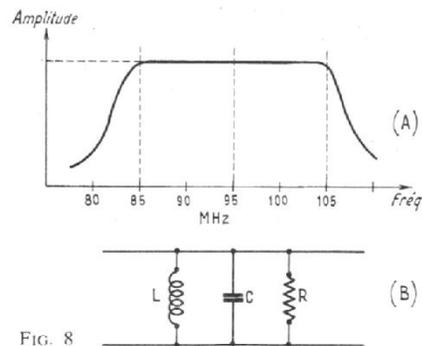

FIG. 8
La figure 8 indique, en (A) la courbe de transmission qui doit se maintenir à peu près rectiligne entre les deux limites de la bande et tomber aussi rapidement que possible au-delà des limites. En pratique, la courbe (A) est moins rectiligne que celle représentée.
On règle le générateur (modulé à 400 ou 1 000 Hz) sur une tension E₀ telle que le signal de sortie permette d'obtenir une puissance de l'ordre du dixième de la puissance maximale et on applique cette tension constante à diverses fréquences de la bande des FM, c'est-à-dire à 80, 82,5, 85, 87,5, 100, 102,5, 105, 107,5, 110 MHz et on construit la courbe de réponse analogue à celle de la figure 8 A.